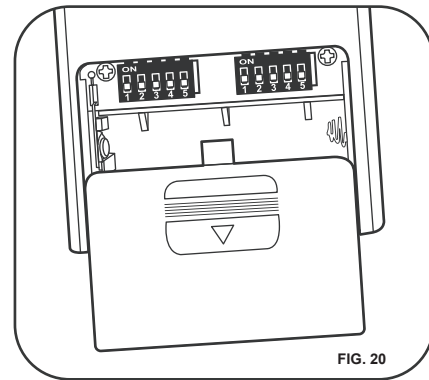

FIG. 20
1. Seleccione la frecuencia deseada en la parte posterior del transmisor. (FIG.20)